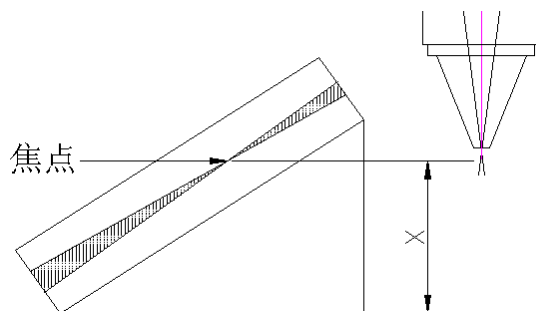

图 12: 激光调焦示意图
- d) 移走三角块，并装上喷嘴。此时可从三角块上求得焦点离平面距离为 X。如图 12 所示。